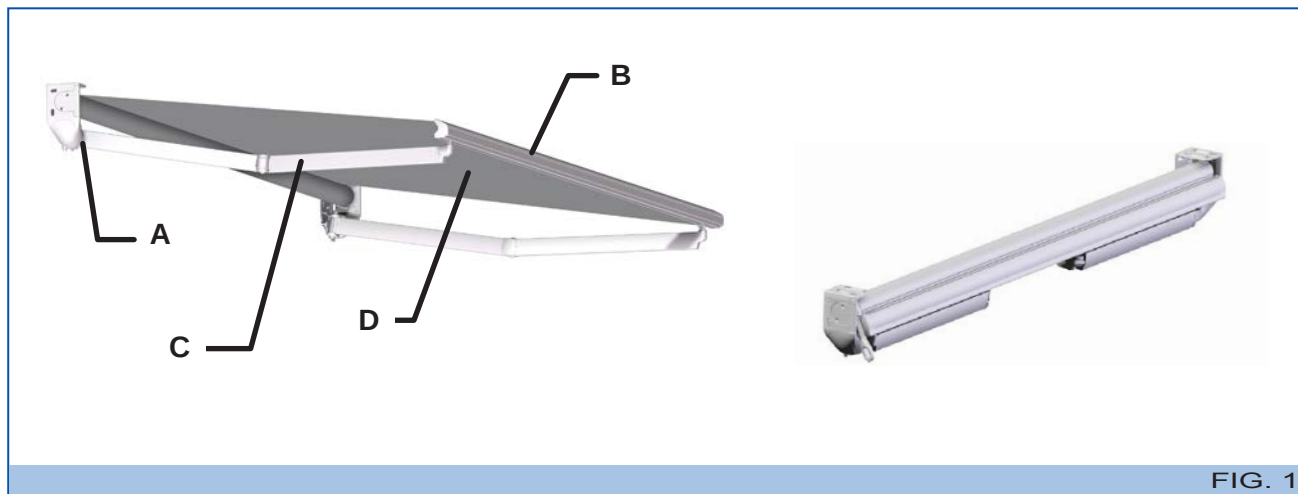

FIG. 1
- Struttura metallica: costituisce il telaio portante contenente, all'interno, i vari meccanismi atti al movimento di apertura e chiusura della tenda. Si compone di staffe indipendenti laterali (A - Fig. 1), un profilo terminale (B - Fig. 1), dei bracci estensibili meccanizzati (C - Fig. 1) dotati di cavetti inguainati o di catena in acciaio inox ed un tubo avvolgitore.
- Telo (D - Fig. 1): svolge la funzione di copertura e protezione propria della tenda.
L'apertura e la chiusura della tenda viene eseguita grazie all'ausilio dell'asta manovra (A - Fig. 1) e di un arganello (B - Fig. 1).